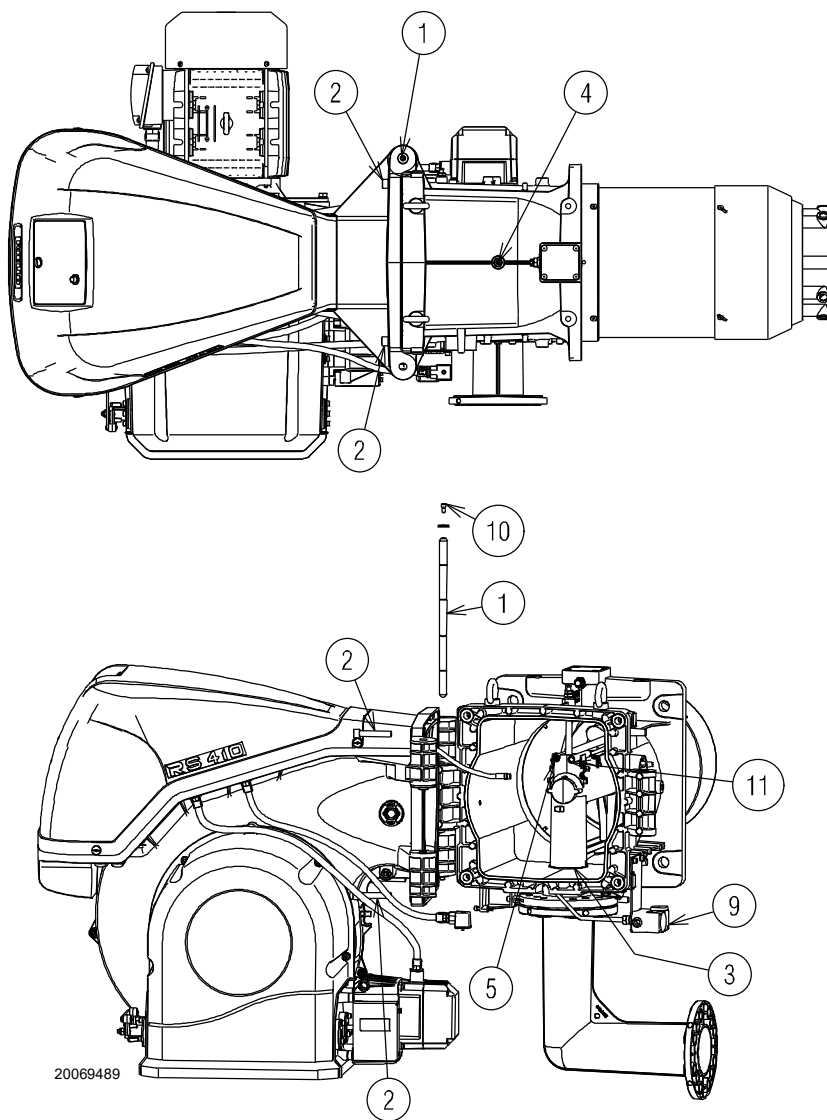

Fig. 16
Il bruciatore esce dalla fabbrica predisposto per l'apertura verso sinistra, mantenendo quindi il perno 1)(Fig. 16) in sede.
- A scollegare la spina/presa 9)(Fig. 16) del pressostato gas di massima;
- D aprire il bruciatore completamente come in Fig. 16;
Per l'apertura del bruciatore dal lato opposto, prima di togliere il perno 1)(Fig. 16), verificare che le 4 viti 2) siano serrate.
H scollegare la presa 9)(Fig. 16) del pressostato gas di massima, poi procedere come sopra descritto al punto C).